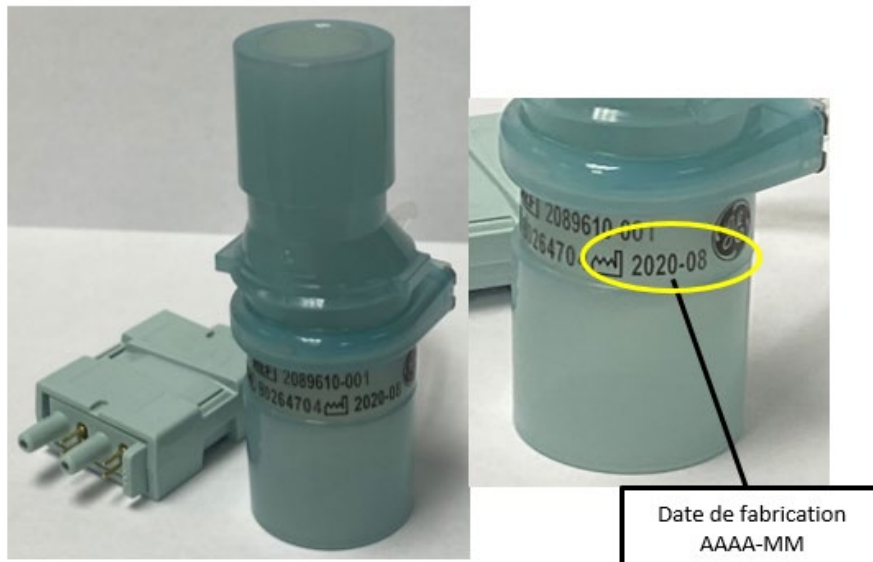

Figure 1 : Date de fabrication sur le corps du capteur de débit
a. Vérifiez la date de fabrication gravée sur le corps du capteur de débit (voir la Figure 1 ci-dessous). La date est indiquée au format AAAA-MM (année, puis mois), par exemple, 2021-04 = avril 2021.